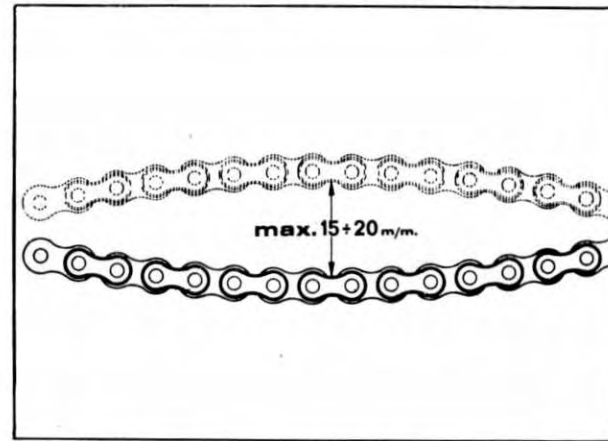
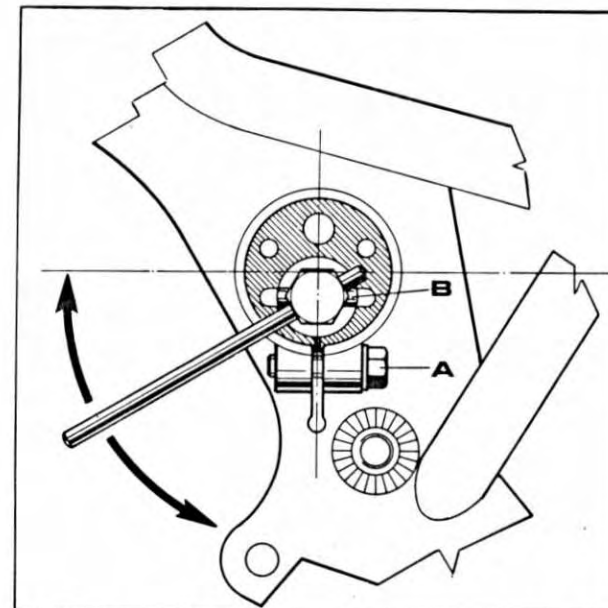

Fig. 14
Fig. 15
Il ramo inferiore della catena deve presentare, nella sua parte mediana, una possibilità di scuotimento verticale di circa 15 ÷ 20 mm (fig. 14). Questa misura deve venire effettuata con una persona seduta sulla parte posteriore della sella (o con le sospensioni posteriori a metà corsa).
dopo aver tolto i coperchietti di plastica di protezione, allentare, da entrambi i lati della moto, il bulloncino (A) (fig. 15); innestare la chiave speciale (C) (attrezzo
At midpoint between the sprockets, drive chain normal slack should be 16 ÷ 20 mm (up and down play on bottom run of chain) (fig. 14). Measure this with one person sitting on the rear part of the seat (or with rear suspension units in the middle of their travel). If the chain slack is more than 15 ÷ 20 mm, adjust tension as follows: remove plastic caps and loosen bolt A (both sides of motorcycle) (fig. 15); fit special spanner (C) (special tool 88713.0115) on pin (B)